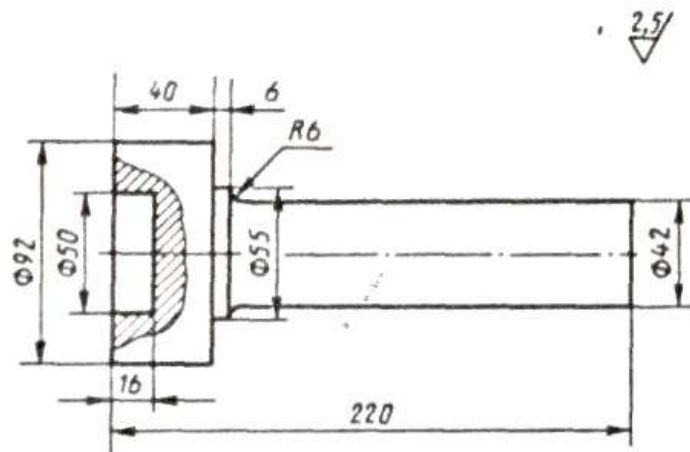

Рис. 30
2.Разработайте процесс изготовления поковки детали (рис. 30) методом горячей объемной штамповки на горизонтально-ковочной машине, При выполнении работы следует: описать сущность процесса горячей объемной штамповки и указать области ее применения; привести схему оборудования и описать его работу; установить температурный интервал штамповки и способ нагрева заготовки: составить чертеж поковки и определить ее массу; с учетом технологических отходов определить объем, массу и длину исходной заготовки; выбрать переходы штамповки и привести эскиз инструмента; перечислить все операции технологического процесса получения поковки, выполняемые в кузнечном цехе; описать механизацию технологического процесса штамповки. Материал детали - сталь 30ЧГС.